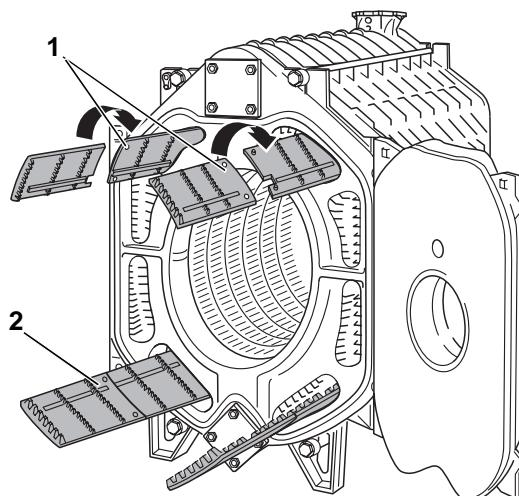
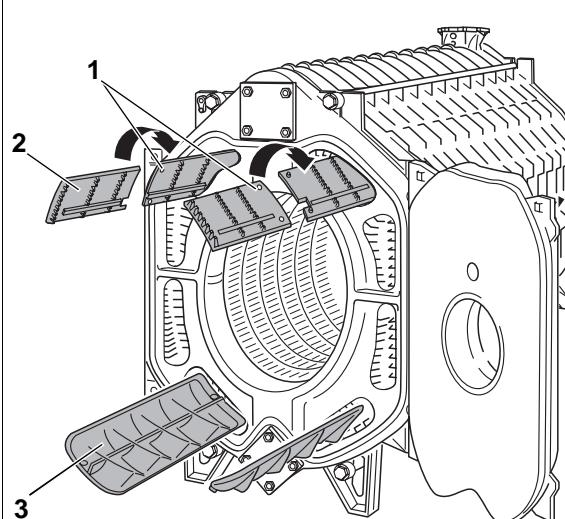
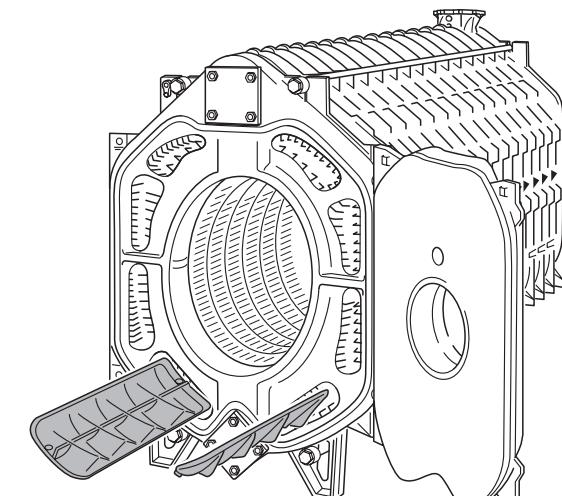

Рис. 29 Котел с 9 секциями
Рис. 30 Котел с 13 секциями
Рис. 31 Котел с 15 секциями
Имеются два вида направляющих пластин: **серповидного профиля** (рис. 30, поз. 2) и **волнообразного профиля** (рис. 30, поз. 3).
- Достать направляющие пластины дымового газа из ящика с деталями котла и, в соответствии с **надписями на них**, вложить в газоотводящие каналы (см рис. 29, рис. 30, рис. 31 и таблицу на следующей странице).
i Направляющие пластины дымового газа серповидного профиля состоят из двух частей. При укладывании их в газоотводящий канал следует обращать внимание на то, чтобы одна часть пластины входила в другую (рис. 29, поз. 1) и (рис. 30, поз. 1)! На рис. 29 изображены вставленные друг в друга обе составные части направляющих пластин (рис. 29, поз. 2).